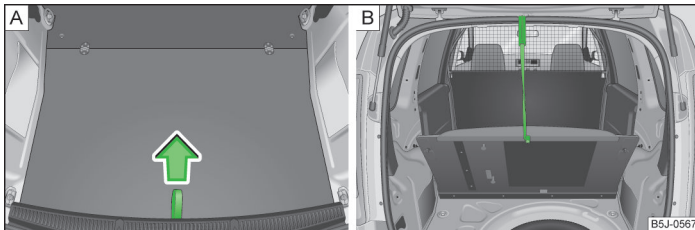

Abb. 77 Schlaufe zur Anhebung des Ladebodens / Befestigung des Ladebodens mit einem Kunststoffhaken
- › Den Ladeboden an der Schlaufe » Abb. 77 - anheben und mit dem Kunststoffhaken (dieser befindet sich unter der Ladebodenkante) an der Oberkante des Laderaumklappenausschnitts » Abb. 77 - befestigen.